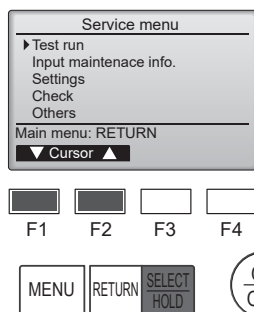

Fig. 7-3
- ③ Seleccione "Test run" (Modo prueba) con el botón [F1] o [F2], y pulse el botón [SELECT/HOLD] (Aceptar/Retener). (Fig. 7-3)